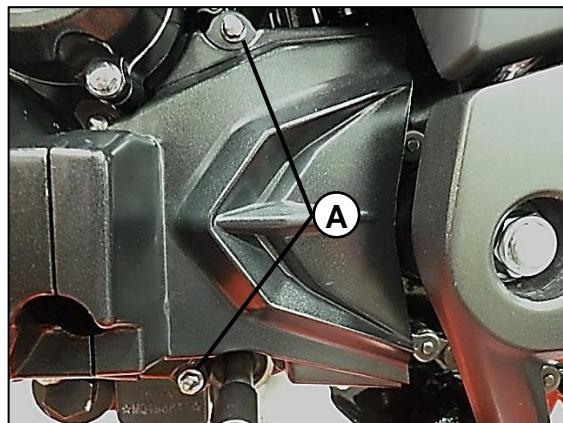

Fig. 18
Desajuste los tornillos (A) para liberar la tapa del piñón de salida. **Fig.18**